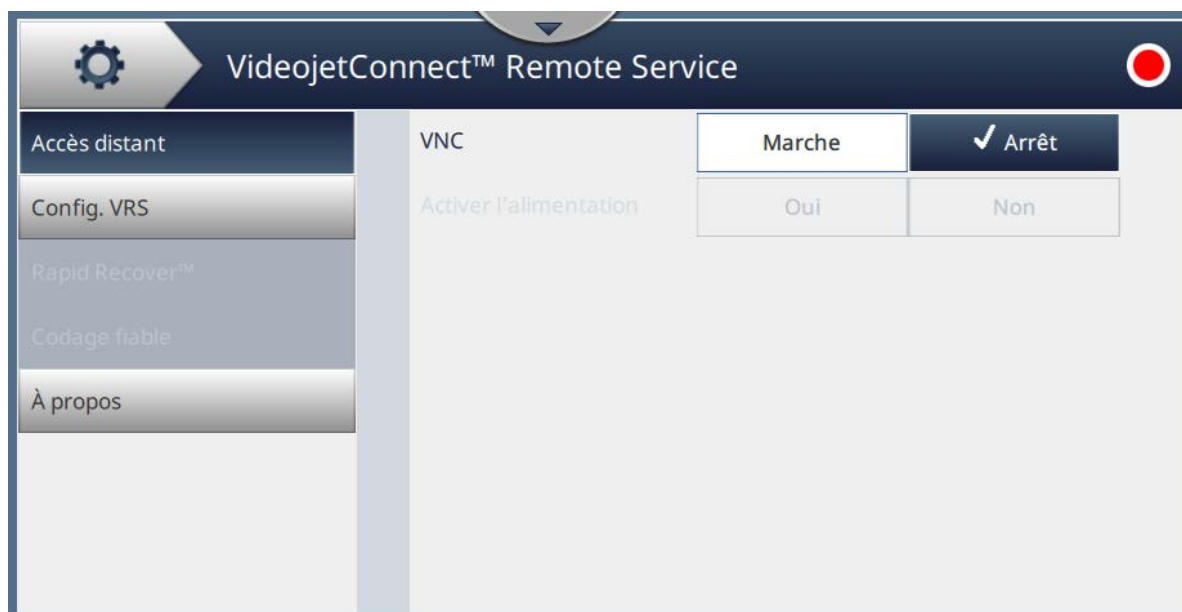

Figure 6-26 : Écran VideojetConnect™ Remote Service
1. Appuyez sur le bouton  dans l'écran Outils. L'écran VideojetConnect™ Remote Service s'ouvre, tel qu'illustré dans la Figure 6-26.